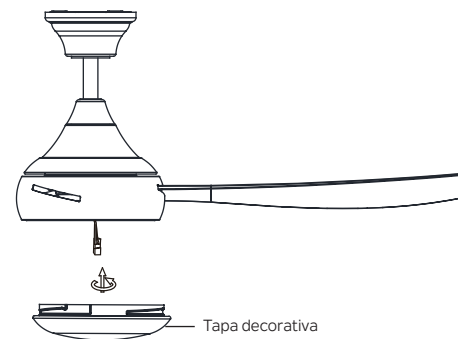

Figura 21
**Paso 1.** Levante la tapa decorativa hasta el ventilador, asíéntela contra la placa de montaje y gírela en el sentido de las agujas del reloj hacia la placa de montaje hasta que quede ajustada. **NO AJUSTE EN EXCESO.** (Figura 21)